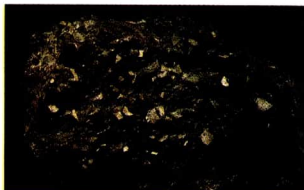

Abb. 93 Magnetitstein
**Verwendung von Metalloxiden.** Eisenoxide kommen als Erze in der Natur vor (Abb. 93). Sie sind wichtige Rohstoffe für die Herstellung von Roheisen.